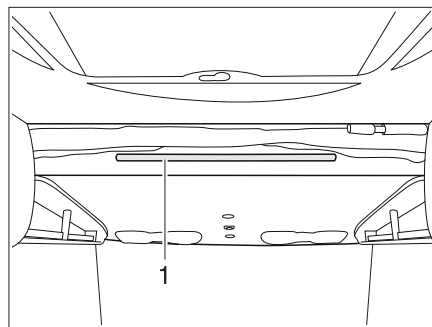

Fig. 168 Cama elevada eléctrica
- Enganchar la escalera de ascenso en la barra de soporte (Fig. 168,1) de la cama elevada con los dos ganchos.